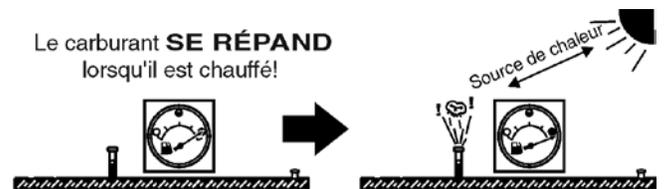

Figure 33. Expansion du carburant
**NE PAS SURCHARGER** le circuit de carburant. Laissez de la place pour l'expansion du carburant. Le carburant se répand lorsqu'il est chauffé (Figure 33).